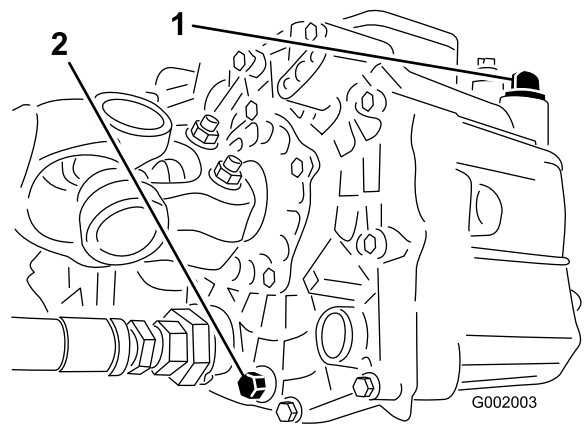

Figura 55
3. Scoateți bușonul de golire din partea laterală a rezervorului și lăsați uleiul hidraulic să curgă în tava de golire (Figura 55).